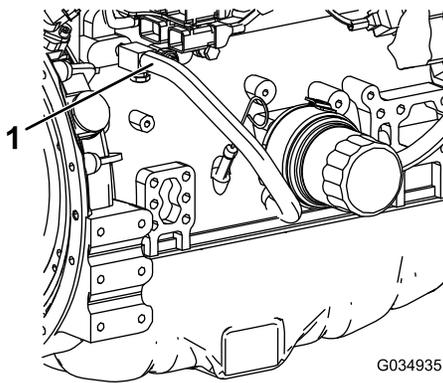

Bild 123
7. Schließen Sie den Kühlmittelschlauch vom Motorölkühler ab (Bild 123).